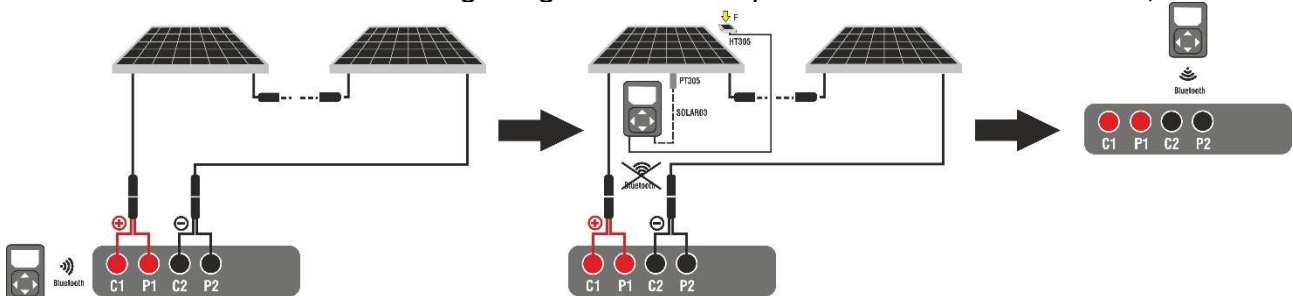
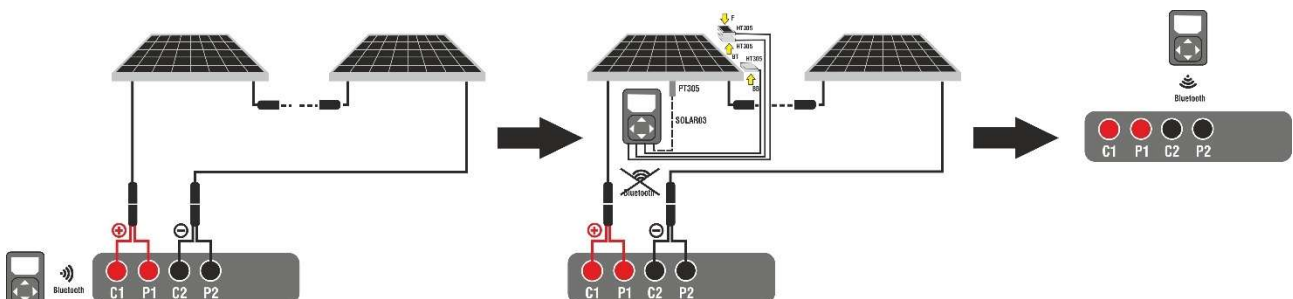

Abb. 47: Einsatz mit SOLAR03 bei synchroner Aufzeichnung auf Monofazialen Modulen
Abb. 48: Einsatz mit SOLAR03 bei synchroner Aufzeichnung auf Bifazialen Modulen
2. Verbinden Sie das Instrument mit dem zu testenden Modul/String wie in Abb. 47 (Monofazialen Modulen) oder Abb. 48 (Bifazialen Modulen). Verbinden Sie insbesondere den vom Modul/String ausgehenden Minuspol mit den Anschlüssen **P2, C2** und den vom Modul/String ausgehenden Pluspol mit den Anschlüssen **P1, C1**
3. Bringen Sie die SOLAR03-Fernstation näher an das Instrument heran, wie in Abb. 47 oder Abb. 48 – linke Seite dargestellt
8. **Bringen Sie die Fernstation in die Nähe der Module** und verbinden Sie die Einstrahlungs- und Temperaturproben (Falls benötigt), wie in der Abb. 47 oder Abb. 48 - Mittelteil gezeigt. Insbesondere:
- **Bei Bifazialen Modulen** → platzieren Sie die 3 **Referenzzellen HT305** auf der vorderen Ebene des Moduls (**F**), auf dem oberen hinteren Teil (**BT=BackTop**) und auf dem unteren hinteren Teil (**BB=BackBottom**) des Moduls. Verbinden sie die vordere Bezugzelle (F) am Eingang **“INP1”**, die Bezugzelle BT am Eingang **“INP2”**, die Bezugzelle BB am Eingang **“INP3”** und **eventuell** die Temperaturprobe **PT305** am Eingang **“INP4”** der Fernstation.
18. Trennen Sie am Ende der Testsitzung die SOLAR03-Fernstation ab und legen Sie sie in die Nähe des Instruments zurück (siehe Abb. 47 oder Abb. 48 – rechte Seite dargestellt)